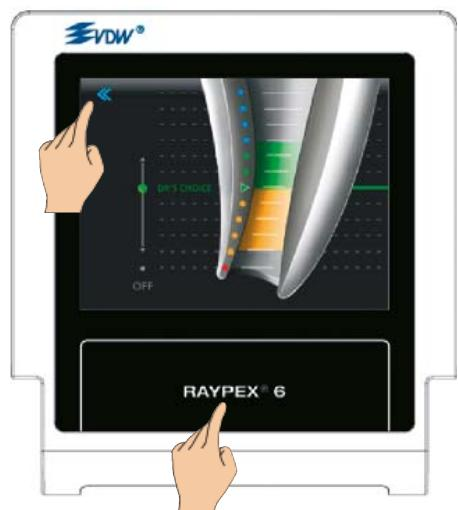

图 26 退出 DR'S CHOICE
- 点击后退箭头或 RAYPEX® 6 “首页” 区域以退出 DR'S CHOICE (图 26)